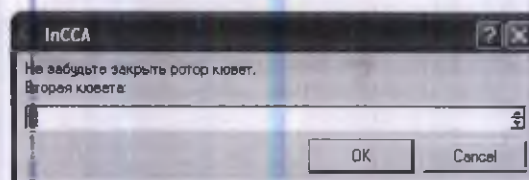

Рисунок 12-30
2. Добавьте 300 мкл раствора В в кювету 4 или любую другую кювету, как показано на экране (Рисунок 12-30).